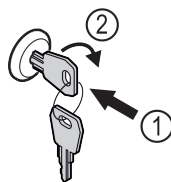

Fig. 206
► Zatlačte kľúč. Fig. 206 (1)
► Otočte kľúč o 90° v smere hodinových ručičiek. Fig. 206 (2)